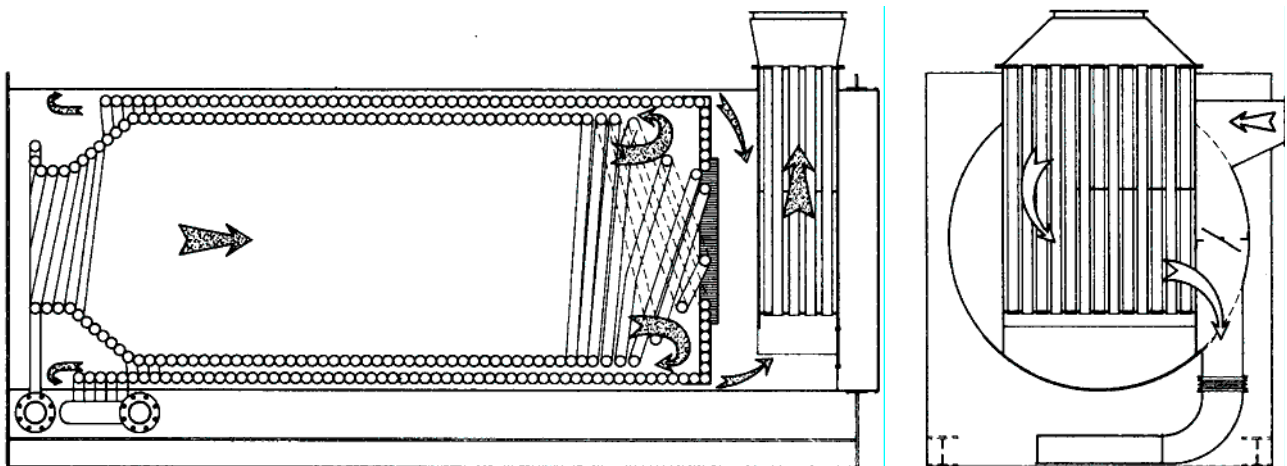

Рис. 2
- Мощностью 1.000.000 ÷ 8.000.000 ккал/ч (Рис. 2)